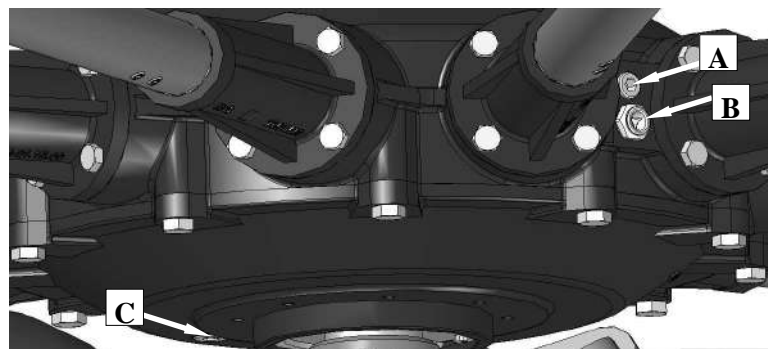

Рис. 29. Точки контроля масла в передаче
Ежедневно перед работой следует проверить уровень масла и в случае необходимости пополнить его, впервые выкручивая пробку А (Рис. 29 а,б,в) в верхней части передачи. Если масло слишком мало, следует пополнить его до момента появления масла в контрольном отверстии В. Пробка С предназначена для спуска масла. Количество масла в коробке передач составляет ок. 3 литров.
- Открутить заливную пробку А и сливную пробку С (Рис. 29),